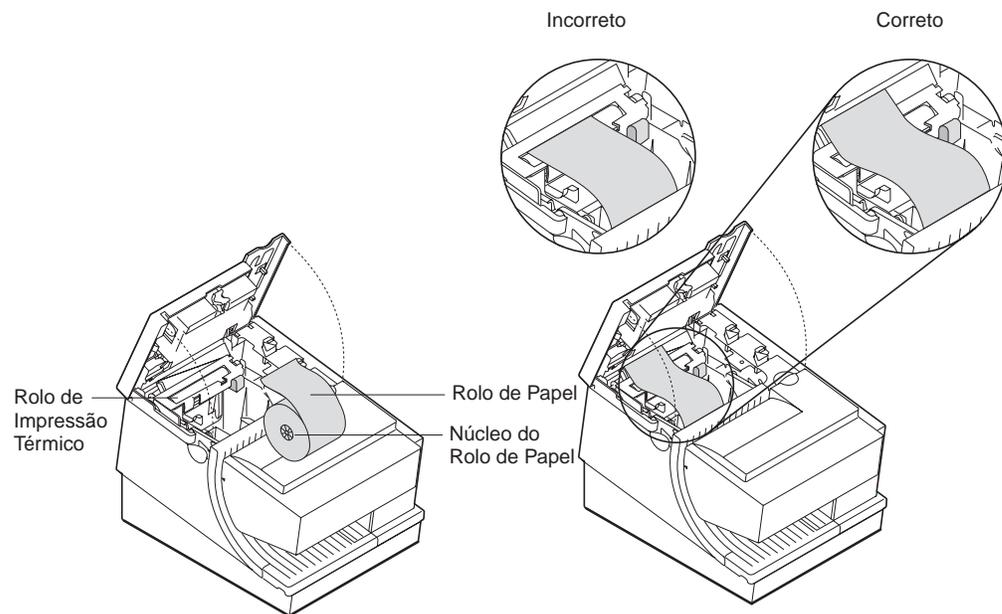

Figura 26. Caminho de Carregamento de Papel
3. Coloque o rolo de papel no depósito para rolo de papel, conforme mostrado na Figura 26 na página 33. A borda anterior do papel deve vir na direção da parte frontal da impressora e passar em direção à parte superior do rolo, conforme mostrado no diagrama. Se a alimentação for feita a partir da parte inferior do rolo, nada será impresso no papel.
4. Coloque a borda da frente do papel sobre a guia de metal, como mostrado na Figura 26.